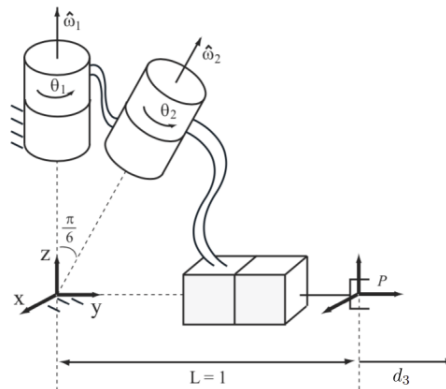

Figura 2: Robot RRP. En posición de Home.
2. Dada la cadena cinemática abierta tipo RRP, como se observa en la Figura 2. Cuando el robot está en posición de home, los ejes de las articulaciones 1 y 2 se interceptan en el origen del sistema de coordenadas fijo y el origen del sistema de coordenadas del efector final p está localizado en $(0, 1, 0)$.